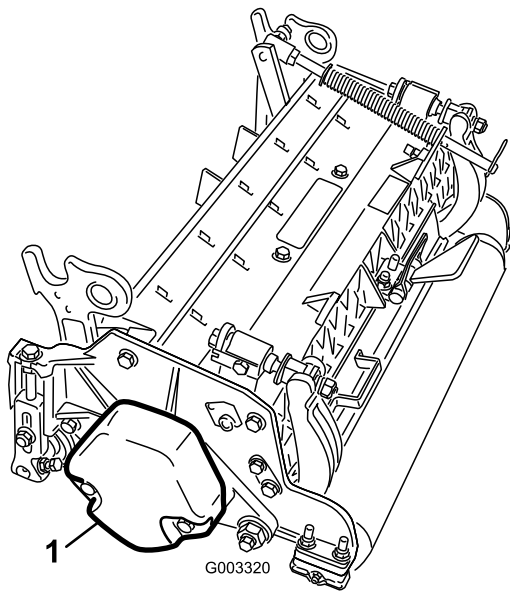

图 9
5. 按照滚刀组图 9 *操作员手册* 的描述确保将配重块安装到滚刀组正确的一端上。